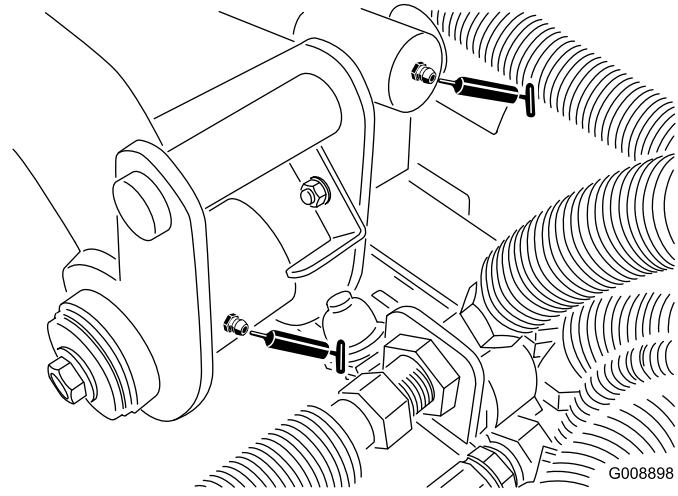

**Bild 48**
- Drehbüchsen am vorderen Mähwerk (Bild 48)